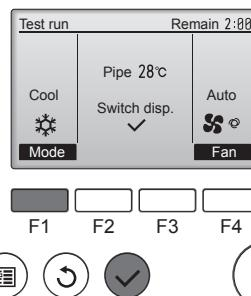

Fig. 5-5
- ① Кнопкой [F1] выберите режим работы "Cool" (Охлаждение) или "Heat" (Нагревание). (Fig. 5-5)
- ② Нажмите кнопку и откройте окно настройки режима работы заслонки.